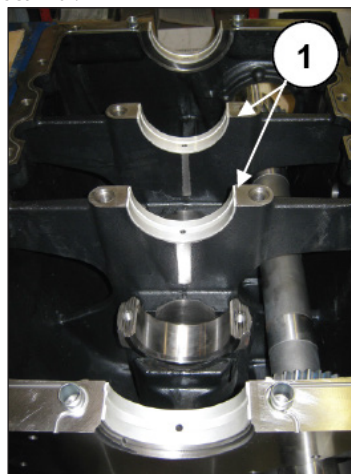
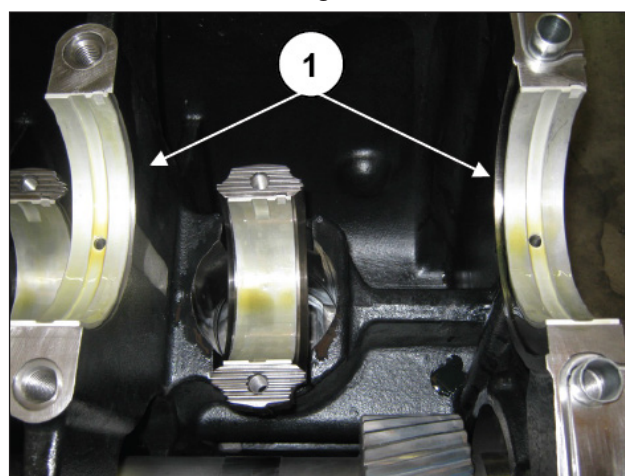

Fig. 37
Fig. 38
Mantenere i semicuscinetti di banco (pos. ①, Fig. 37 e Fig. 38) nelle rispettive sedi del carter anteriore per evitare possibili scambi.